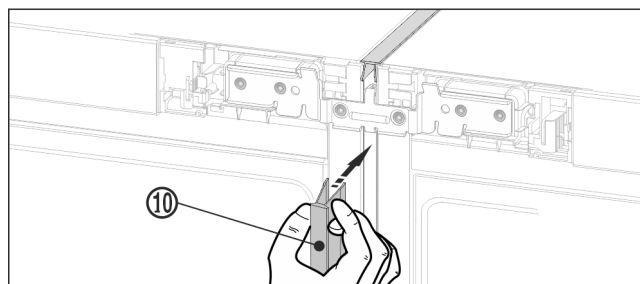

Fig. 21
- ▶ От предната страна притиснете дългата покривна лайсна Fig. 21 (10) във вертикалния процеп. Обърнете внимание на това, лайстната да легне върху свързващата ламарина.